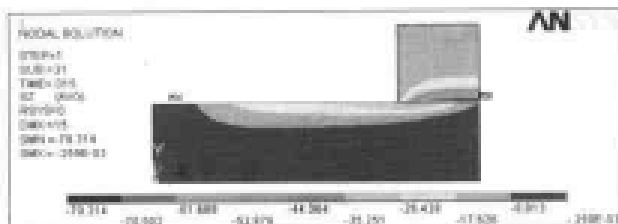

图 13-179 滑块内部 Z 方向应力场等值线
(4) 选择 Main Menu | General Postproc | Plot Results | Contour Plot | Nodal Solu 命令,出现 Contour Nodal Solution Data 对话框,在 Item to be contoured 列表框中选择 Nodal Solution | Stress | Z-Component of stress 选项,单击 OK 按钮,ANSYS 窗口将显示如图 13-179 所示的滑块内部 Z 方向力场等值线图。